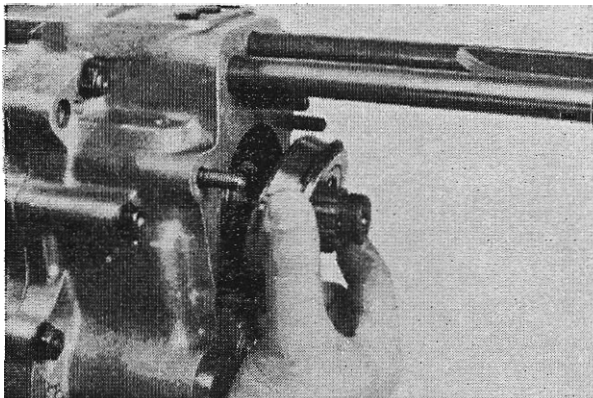

Abb. 50
6. Sprengring (433) in die Nut des Schrägkugellagers (432) einfedern. Schrägkugellager in die Bohrung des Gehäusedeckels schlagen (Abb. 50). Zweiten Schrägkugellager-Innenring auf die Hauptwelle pressen.